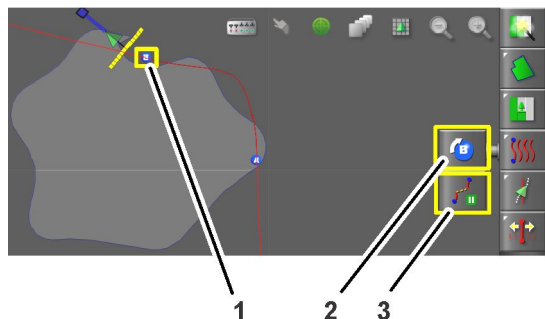

Figure 17
6. Conduisez la machine autour de la limite du champ (Figure 17).
7. Appuyez sur l'icône de réglage du point B (Figure 17).